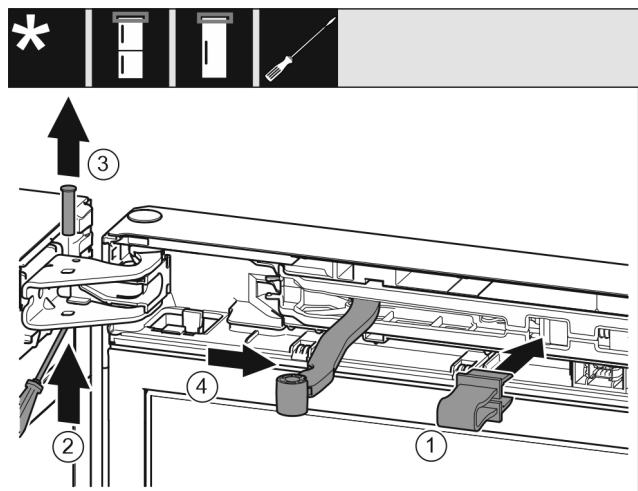

Fig. 6
- ▶ Fiksatorių užfiksukite angoje. Fig. 6 (1)
- ▶ Atsuktuvu išsukite varžtus. Fig. 6 (2)
- ▶ Ištraukite varžtus į viršų. Fig. 6 (3)
- ▶ Pasukite lankstą durų kryptimi. Fig. 6 (4)